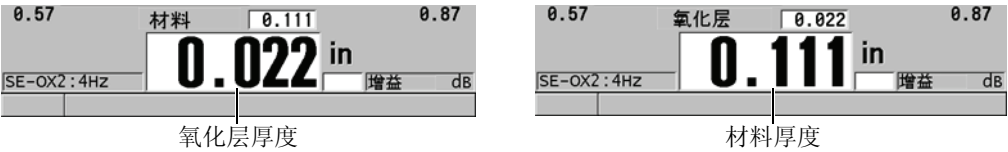

图 7-3 选择以大字体显示的测量值
- c) 在大字体栏中，选择在测量屏幕中以大字体显示的测量值（参见第 83 页的图 7-3）。